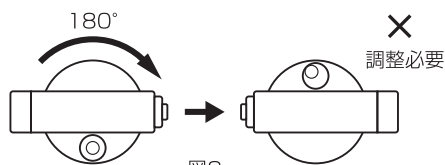

図8
- (3) 気泡がサークルの中心にない場合(図8)は、6.2の調整を行って下さい。